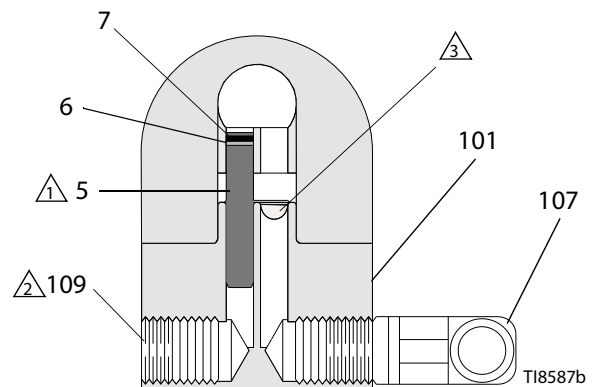

Рис. 1: Показана установка без циркуляции (вид в разрезе)
1. См. Рис. 1. Нанесите противозадирный смазочный материал 222955 на резьбы и стыковочные поверхности коллектора (101), заглушки (109) и колена (107), поставляемых в разобранном виде.
2. Вставьте в один из расположенных в коллекторе (101) портов для материала колено (107), а в другой - заглушку (109).
3. Вставьте внутреннюю заглушку (5) в порт для материала краскораспылителя, расположив ее с той же стороны, с которой расположена заглушка в коллекторе.
4. Присоедините шланг подачи материала к колену (107), подсоединенному к коллектору.
5. Установите краскораспылитель на коллекторе, используя четыре винта (17). Наживите все четыре винта и затяните сначала два передних, а затем два задних винта с усилием 65 дюйм-фунтов (7,3 Н•м).